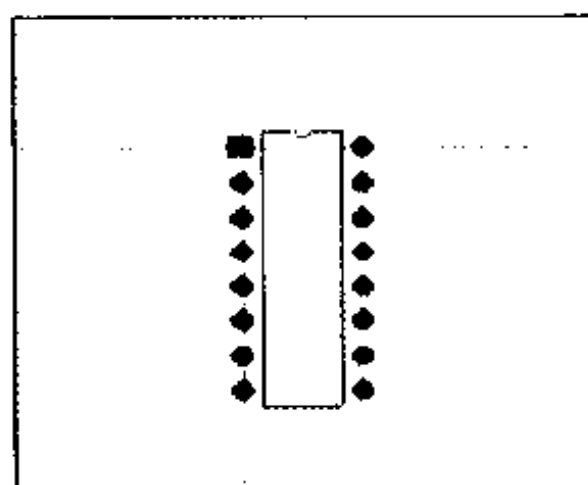

图 8-64 最后得到的新元件
(7) 用户可以在该对话框的输入框中指定元件的名称,本例所制作的元件的默认名称为 DIP16。指定了元件名称后,单击对话框底部的 Next 命令按钮,进入下一个对话框,即可看到已经完成元件制作的提示,单击该对话框底部的 Finish 命令按钮,即可结束元件制作,得到的新元件如图 8-64 所示。